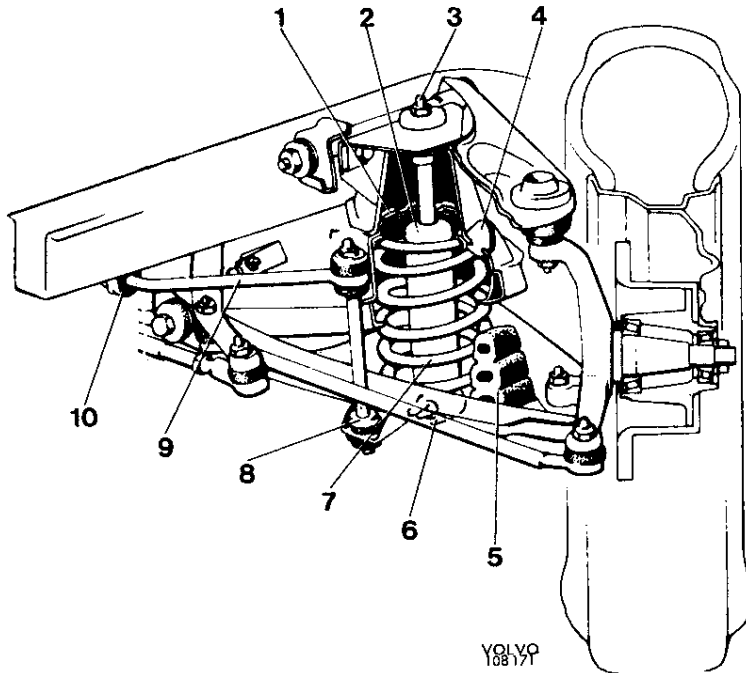

Abb. 2. Vorderfeder und Stoßdämpfer
Die Volvo 140 und 164 sind vorn und hinten mit Schraubenfedern ausgerüstet. Die Vorderräder haben Einzelradaufhängung. Die Vorderfeder (7, Abb. 2) stützt sich oben in einem formschlüssigen Gehäuse des Vorderachsträgers und unten auf dem unteren Querlenker ab. Auf dem unteren Querlenker ist ein Gummipuffer (5) angebracht, dessen Aufgabe darin besteht, Durchfederungstöße aufzunehmen. Zur Begrenzung der vertikalen Querlenkerbewegungen ist der Vorderachsträger mit Gummipuffern (4) versehen.
4. Lenkstange vom Lenkhebel lösen. Klammer für Bremsschläuche entfernen. Befestigungsschraube (8, Abb. 2) für den Querstabilisator abschrauben.
Der Querstabilisator (9, Abb. 2), der teils an den beiden unteren Querlenkern (8) und teils an der Karosserie (10) befestigt ist, erhöht den Querneigungswiderstand des Fahrzeugs.